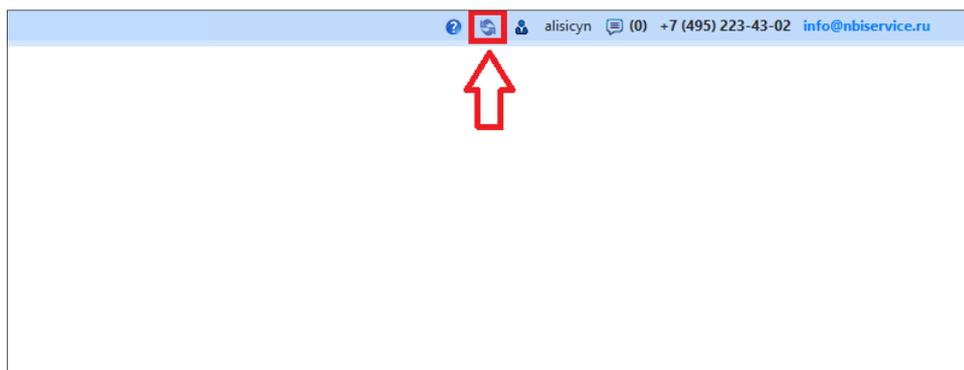

Рисунок 3.1.15 – Навигация функционала «Обновления» в Системе
- 1) Нажать на кнопку «Обновления» (рис. 3.1.15) в верхней панели Системы (рис. 3.1.15).